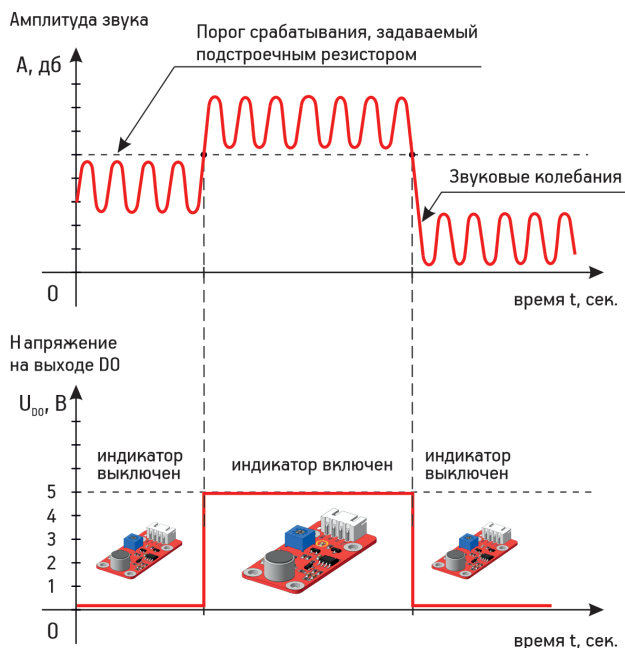

Рис. 3.1
1. Цифровой режим. С помощью данного режима можно оценить принципиальное наличие звука определенной интенсивности в пространстве около модуля. На плате находится индикатор, который загорается при превышении уровня внешнего шума определенной величины. Он работает именно в цифровом режиме функционирования модуля. При этом на цифровом выходе модуля (контакт D0) появляется напряжение близкое к 5 В, которому соответствует значение логической «1». Если величина внешних шумов меньше заданного значения, то индикаторный светодиод не горит и на выходе D0 присутствует напряжение близкое к 0 В, которому соответствует значение логического «0». Указанный принцип работы проиллюстрирован на Рис.3.1.